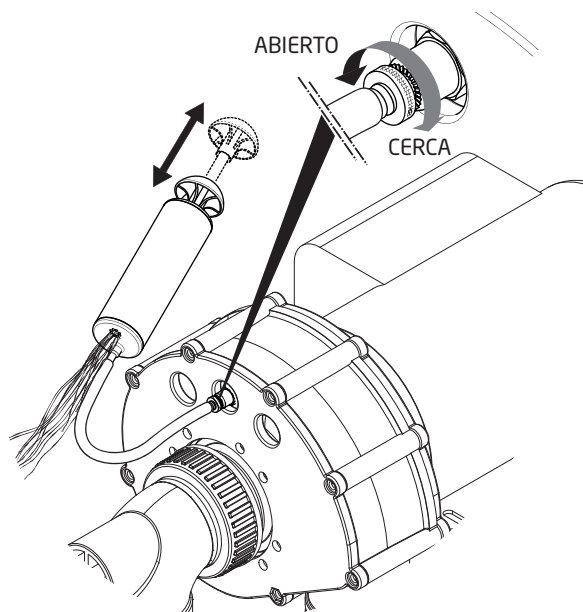

Figura 8 - Bomba de Cebado
1. Retire la cubierta superior del BaduJet Inspiration. Hay dos (2) tornillos Phillips #10-24 que aseguran la tapa a la base.
2. Localice la bomba manual (parte #57). Fije el tubo de la bomba manual a la válvula de purga de aire en la bomba. (Ver Figura 8)